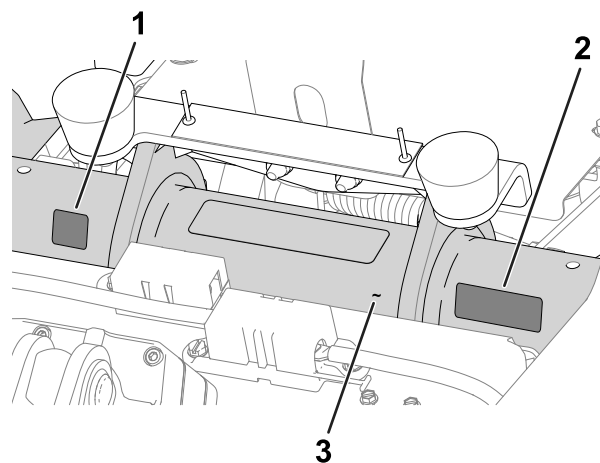

Рисунок 13
- **Наклейка, указывающая год выпуска, и наклейка с маркировкой CE:** прикрепите наклейки на трубу рамы под сиденьем и табличкой с серийным номером; см. Рисунок 13.